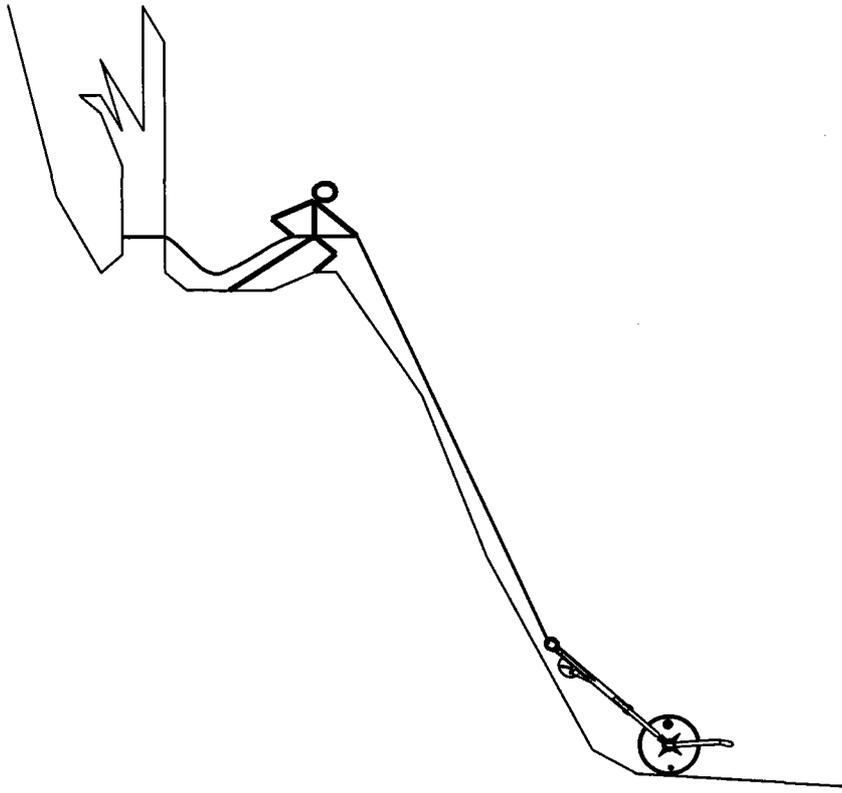

图 13
- [0020] 图 13 是本运水车巧过陡坡效果示意图
[0048] 有些陡峭的山坡,无路可绕,或者绕之太远,拉车爬坡又上不去。这时可采用如图 13 的办法。先找一处合适的坡脚,将本运水车停稳,使拉杆朝着坡面,但不能打开抓地钉 13。用一根结实够长的绳子将被牵引环 1 套牢,然后拉车人带着绳子先爬上去找一处合适的山间平台。先将绳子牢牢捆在大树或大石头上,然后选一个合适的坡口试着将本运水车慢慢拉上来,因为本运水车是沿坡面滚上来的,所以相对省力。如果接下来还有类似的山坡,也还可采用此法。如果山坡很长,可将坡分为若干段采用此法。需要注意的是,采用此法时,尽可能让本运水车沿坡度低,坡面相对光滑的位置滚。因为这样较为省力,但要注意安全,最好两人或多人协同。